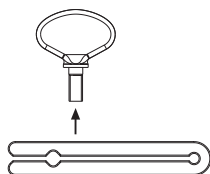

Fig. 8
- Desmontar o dispositivo de extracção, ver Fig. 8.